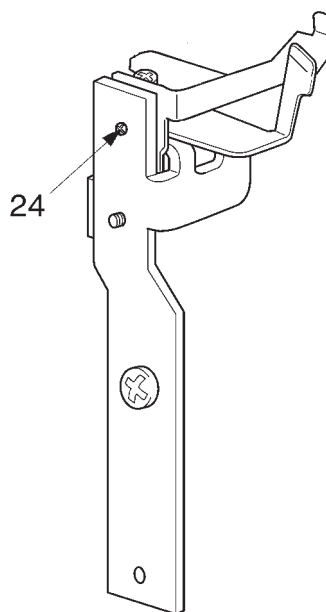

Рис. 44
- Вращением винта 24 (рис. 44) сместите игольный предохранитель 23 таким образом, чтобы между ним и иглой сохранялся минимальный зазор в 0-0,05 мм.